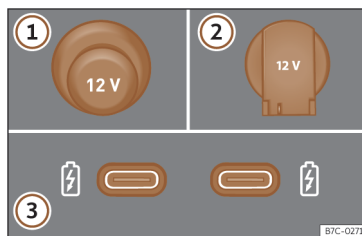

Fig. 151 Prises de courant de 12 volts du véhicule.
>>> **fig. 151**
>>> **fig. 151 ③.**